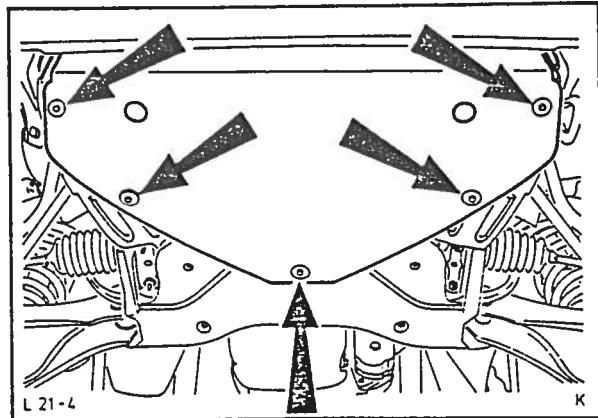

Fig. 104 Demontering av motorens soledeksel.
2. Demonter motorens soledeksel (5 bolter), fig. 104.